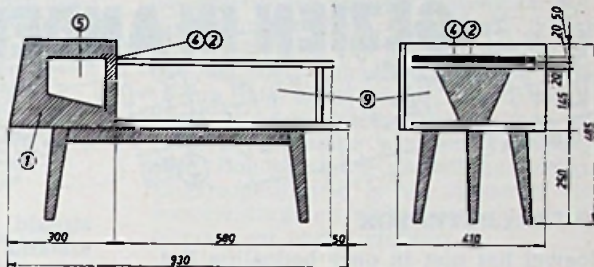
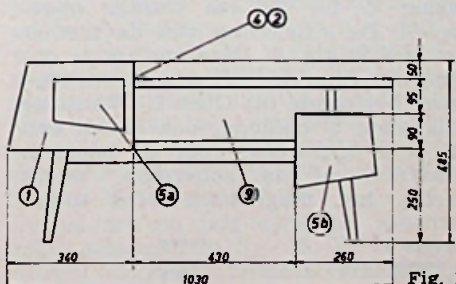

Fig. 11
Fig. 12
Een tafeloetstel? Fig. 10 spreekt voor zichzelf. Transistoren? Waarom ditmaal nu een geen tafeloetstel in houten kast i.p.v. vestzak- of handtasmodel? Een verkleind model volgens fig. 10 voljoet uitstekend. Geen druktoetsen, geen lampjes, geen motor, maar drie verborgen knoppen bij (2) voor sterkte en klankregeling en afstemming. Links een aluminium plaat in de kast, waarop het gehele apparaat is gemonteerd. Origineel is het zeker! Radio met grammofoon aansluiting? Zie dan fig. 11. De MK „Novalette” past er in, de platenspeler zet men op de bovenste
plank, waar 'n stopcontact zit voor „stroom” en een aansluiting voor het PU signaal. Bedieningsorganen zitten bij (4): lampjes, knoppen (ditmaal in de bovenste plank verzonken) en toetsen. Een klein meubel in blank berken en dof zwart (wat gearceerd is) en waarin de platen óók nog kunnen! Ook geschikt als TV tafel. Voor pseudo-stereofonie gaat fig. 11 over in fig. 12.